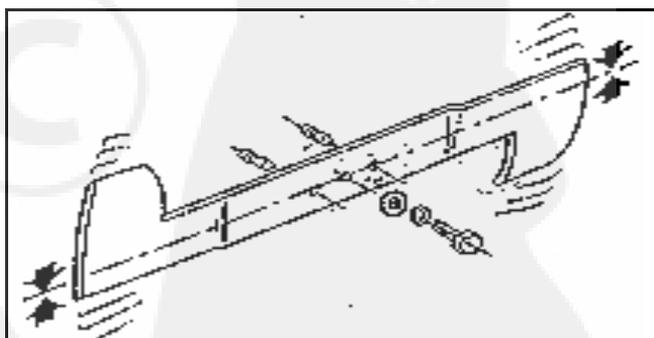

Fig. 33
2. Lors du remplacement des lames, s'assurer de remonter les pièces dans le bon ordre, et de leur serrage, sous peine d'apparition de vibrations importantes (Voir fig. 33). Les déflecteurs doivent être sur la face supérieure. Sinon, les lames ne couperont pas.
GOUPILLES DE SECURITE (Fig. 33)